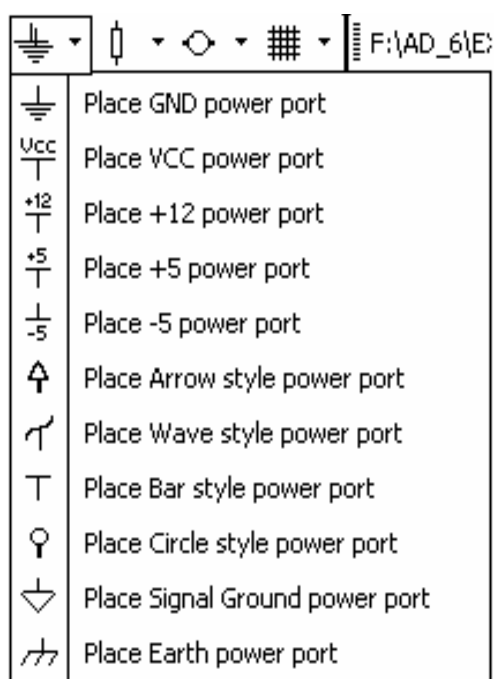

Рис. 5.5
- Power Port – метки цепей питания и “земли”, всего 11 разновидностей (рис. 5.5). Объединяют в глобальную цепь сегменты с одинаковой меткой во всем проекте;